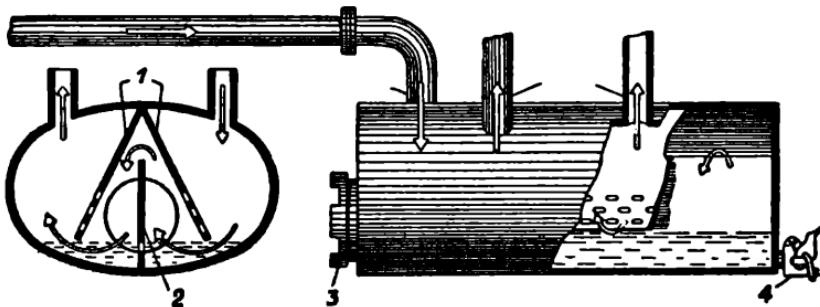

Рис. 38. Вступний очищаувач.
отвір (7). Повітря, сасане мотором або вентилятором, входить через прислону (5) і диші (10) до огнитця, а газ виходить в напрямі стрілок, потім рурою (8) до вступного очищувача (рис. 38). У вступнім очищувачі газ очищується від лопелу і води, яку можна випускати отвором (4). Зі вступного очищувача йде газ до холодильниші (рис. 39 а), а звідси по охолодженню до властивого очищувача